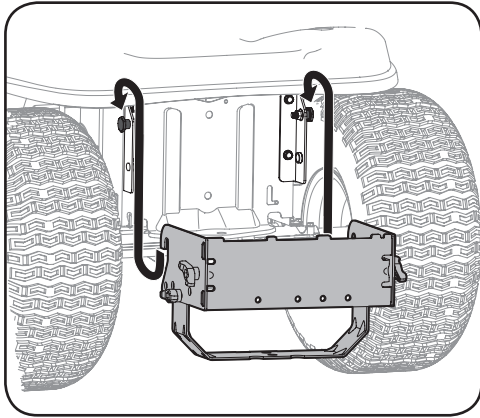

Figure 4-10
3. Fixez le support vertical à l'ensemble de montage avec un boulon de carrosserie (710-0276) et un écrou papillon (720-04122) de l'ensemble de quincaillerie 689-00312. Voir Figure 4-10.